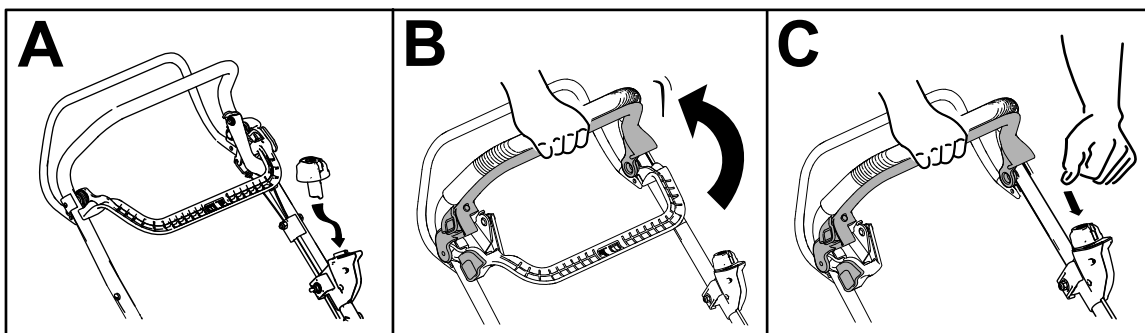

Figura 14
2. Insira o botão de arranque elétrico no interruptor de arranque elétrico (A de Figura 14).
3. Insira a barra de controlo da lâmina e segure-a contra a pega (B de Figura 14).
4. Pressione o botão de arranque elétrico e mantenha-o pressionado até que o motor arranque (C de Figura 14).